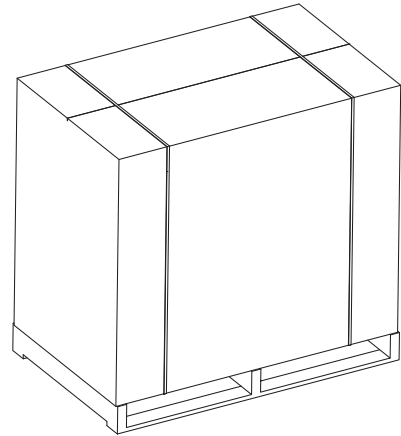
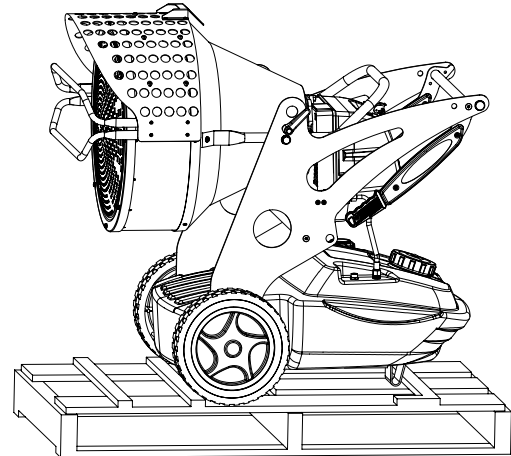

Figure 1 - Emballage
Figure 2 - Sur le palette
- Éliminer les supports utilisés pour emballer l'appareil (Fig. 1).
- Enlever les supports qui bloquent le générateur sur la palette (Fig. 2).
- Fixer solidement le générateur sur la plate-forme (Fig. 2).
- Lorsque c'est possible, placer l'emballage en carton depuis le haut sur la plate-forme en le fixant avec des matériaux ad hoc (Fig. 1).
- Stocker la machine dans un endroit adapté et non humide, et ne pas placer plus de deux machines l'une sur l'autre. Expédier le générateur comme sur la Fig. 1, ou du moins la Fig. 2.